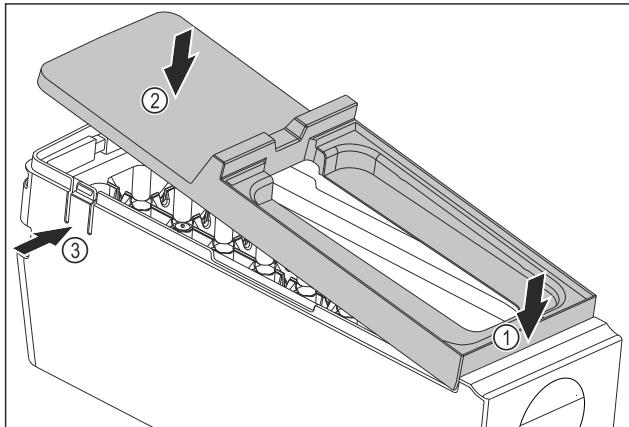

Fig. 133
- Встановіть кришку корпусу EasyTwist-Ice: Прикріпіть кришку спереду. Fig. 133 (1)
- Опустіть кришку ззаду. Fig. 133 (2)
- Кришка зі звуком фіксується в обох виступах Fig. 133 (3).